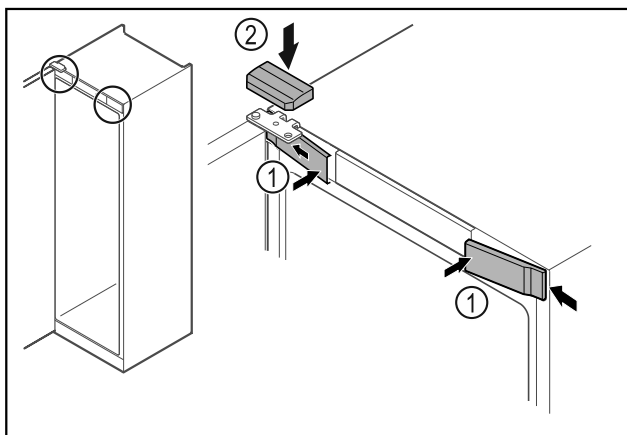

Fig. 59
- ▶ Зацепите сбоку и защелкните передние крышки Fig. 59 (1).
- ▶ Защелкните верхнюю крышку Fig. 59 (2) сверху.